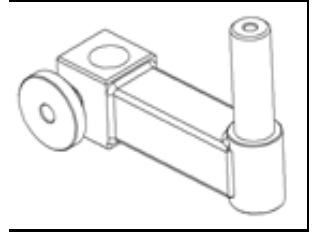

FIGURE 3-3. MONTAGE RADIAL
3. Si vous utilisez un montage radial (A-1023 ; voir la Figure 3-3), installez-le sur la tige de montage.